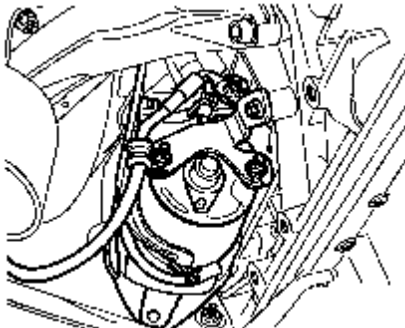

图 9-26 起动电动机
(6) 拆除发动机/变速箱的起动电动机并固定好，如图 9-26 所示。拆除时可以不松开起动电动机线缆。